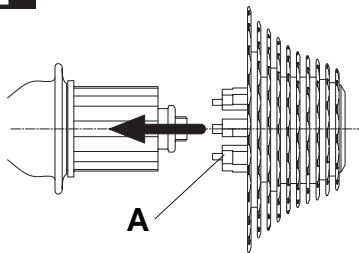
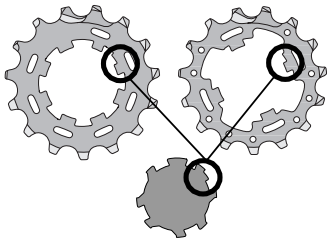

Fig. 5
Fig. 6
- I pignoni sono preassemblati e fasati sul supporto in resina (A - Fig. 5).
- Inserite il supporto sul fianco del corpetto ruota libera, allineate i profili scanalati, spingete i pignoni sul corpetto RL ed estraete il supporto (A) dal mozzo.
- Nel caso di montaggio senza il supporto in resina, inserite i pignoni sciolti sul corpo porta pignoni del mozzo facendo coincidere il profilo di entrambe le scanalature come illustrato. Il profilo del corpo ruota libera con due scanalature asimmetriche (Fig.6) rende la fasatura dei pignoni automatica in quanto c'è solo una possibilità di montaggio.
- The sprockets are pre-assembled and timed on the plastic support (A - Fig. 5).
- Insert the support on the side of the freewheel body, align the spline patterns, press the sprockets onto the freewheel and extract the support (A) from the hub.
- In the event of assembly without the plastic support, position the individual sprockets on the hub body by aligning the profile of both grooves as illustrated in Figure 6. The profile of the freewheel body with two asymmetrical grooves (Fig. 6) ensures automatic sprocket timing since there is only one assembly option.
- Die Ritzel sind auf der Plastikhalterung (A - Abb. 5) zu einer Einheit zusammengefaßt und bereits in der richtigen Phasenstellung aufgesteckt.
- Die Halterung seitlich auf den Freilaufkörper setzen, die Aufsteckprofile ausrichten, die Ritzel auf den Freilaufkörper schieben und die Halterung (A) aus der Nabe ziehen.
- Falls die Ritzel ohne die vorgesehene Montagehalterung aufgesteckt werden, die einzelnen Ritzel so aufsetzen, daß die inneren Ritzelprofile wie abgebildet mit dem Freilaufkörper zusammenpassen. Handelt es sich bei der Nabe um die Ausführung mit den zwei asymmetrischen Profilen (Abb. 6), ist die Phasenstellung der Ritzel automatisch, da es nur eine Möglichkeit der Montage gibt.
- Les pignons sont préassemblés et réglés sur le support en résine (A - Fig. 5).
- Introduisez le support sur le côté du corps RL, alignez les profils rainurés, poussez les pignons sur la roue libre et retirez le support (A) du moyeu.
- En cas de montage sans le support en résine, monter les pignons en vrac sur le corps de roue-libre du moyeu en faisant coïncider les différents profils cannelés comme illustré. Le profil du corps roue libre moyeu avec deux rainures asymétriques (Fig.6) rend le réglage des pignons automatique car il n'y a qu'une seule possibilité de montage.
- Los piñones vienen preensamblados y fasados en el soporte en resina (A - Fig. 5).
- Montar el soporte en el costado del cuerpo RL, alinear los perfiles ranurados, empujar los piñones en la rueda libre y extraer el soporte (A) del buje.
- Para el montaje sin el soporte en resina, meter los piñones sueitos en el cuerpo portapiñones del buje, haciendo coincidir el perfil de todos ellos con el rebaje, como en la ilustración. El perfil del cuerpo de la rueda libre buje dispone de dos ranuras asimétricas (Fig.6), los piñones se ponen en fase automáticamente, dado que sólo hay una posibilidad de montaje.
- De cassette is voorgeassembleerd op een geleider (A - Fig. 5).
- Plaats de geleider op de zijkant van de body zodanig dat de uitsparingen in 1 lijn staan. Druk de tandwielen op de body en haal de geleider (A) van de naaf.
- Indien de kransjes niet vanaf de plastic houder worden gemonteerd, kunnen deze één voor één op de cassette body worden geplaatst. Het binnenprofiel van de kransjes blijft daarbij in lijn met de gleuven in de cassettebody, zoals in het diagram is geïllustreerd. Als de body een model is met twee asymmetrische vlakke delen (Fig. 6) is de positie van de tandwielen automatisch goed omdat de assemblage maar op één manier mogelijk is.